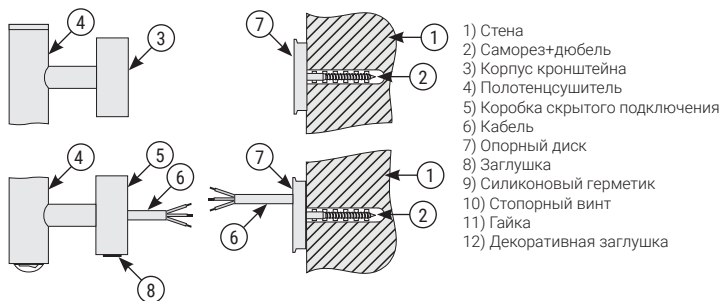

Рис. 1
- 4.3. В полученных метках (п. 4.2) сделать отверстия диаметром 6 мм и произвести монтаж внутренних опорных дисков для верхнего кронштейна и коробки подключения (рис. 1) с помощью саморезов и дюбелей.
- 4.10. Подготовить концы проводов для последующего соединения и зачистить их (рис. 1).
- 4.11. Установить круглую заглушку на нижней стороне соединительной коробки вместо заглушки с отверстием (рис. 1 «8»).